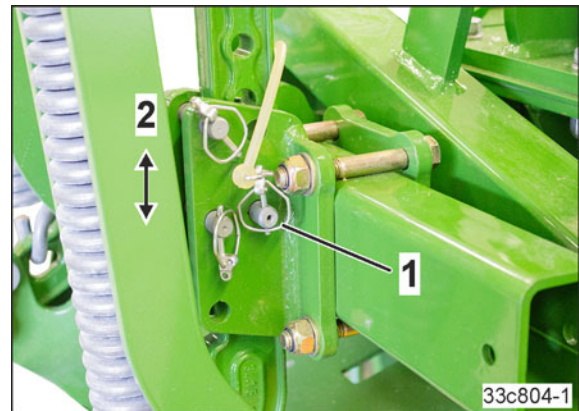

Fig. 116
1. Retirar el pasador clavija (Fig. 116/1).
5. Asegurar el perno de seguridad con un pasador clavija (Fig. 116/1).
4. Sacar el borrahuellas por la empuñadora empotrada del alojamiento del borrahuellas (Fig. 116/3)
- Colocar el borrahuellas en la empuñadura empotrada en la posición deseada (Fig. 116/3)